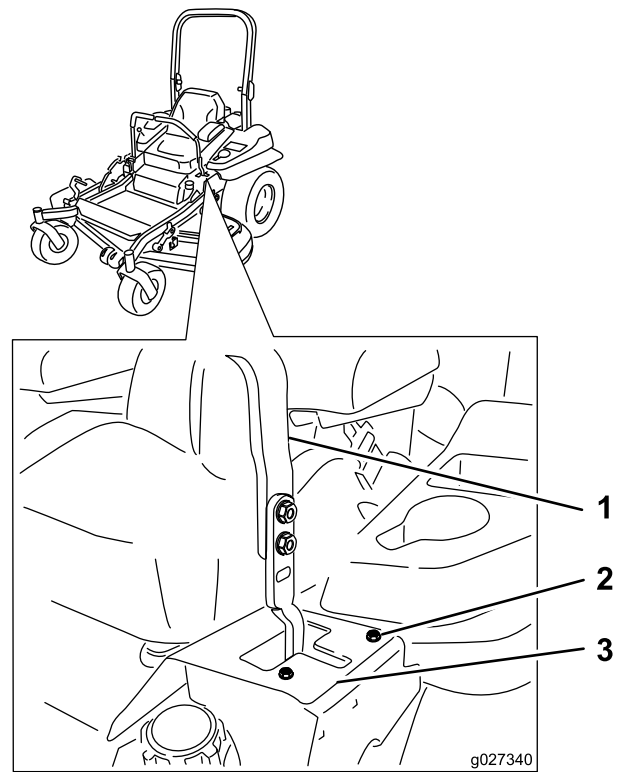

Figura 60
6. Si la máquina se desvía hacia la derecha, afloje los pernos y ajuste la chapa del tope izquierdo hacia atrás en la ranura en T de la izquierda hasta que la máquina avance en línea recta (Figura 60).
7. Si la máquina se desvía hacia la izquierda, afloje los pernos y ajuste la chapa del tope derecho hacia atrás en la ranura en T de la derecha hasta que la máquina avance en línea recta (Figura 60).
8. Apriete la chapa del tope (Figura 60).